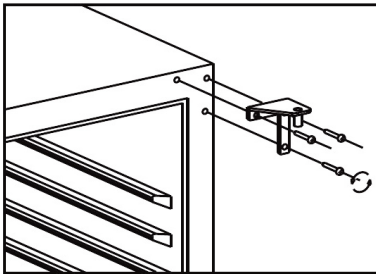

fig. 5.3
- Afmonter højre tophængsel og gem for evt. senere brug. Se fig. 5.3